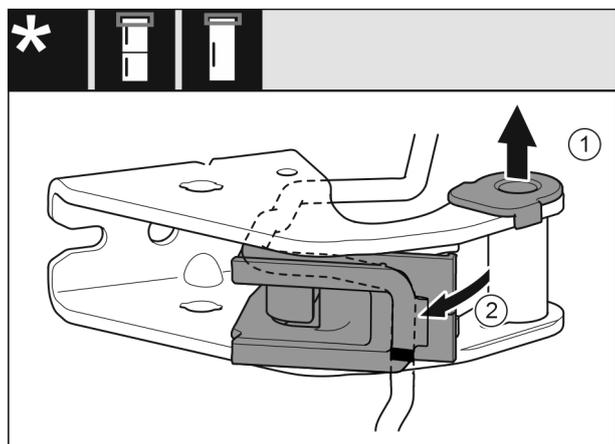

Fig. 18
- ▶ Retirer le coussinet du guide. Fig. 18 (1)
- ▶ Faire pivoter le support de câble. Fig. 18 (2)